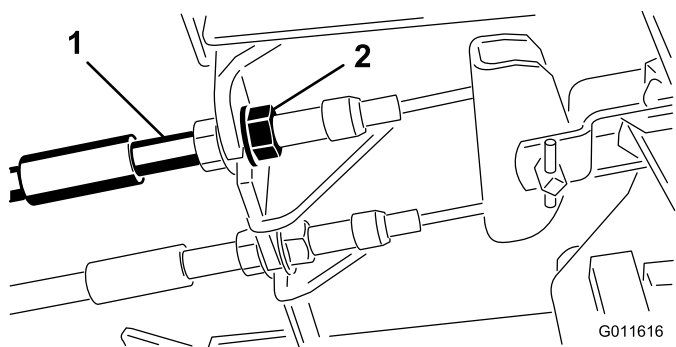

Figure 64
1. Pour réduire la garde aux pédales de frein, serrez les freins en desserrant l'écrou avant sur l'extrémité filetée du câble de frein (Figure 64).